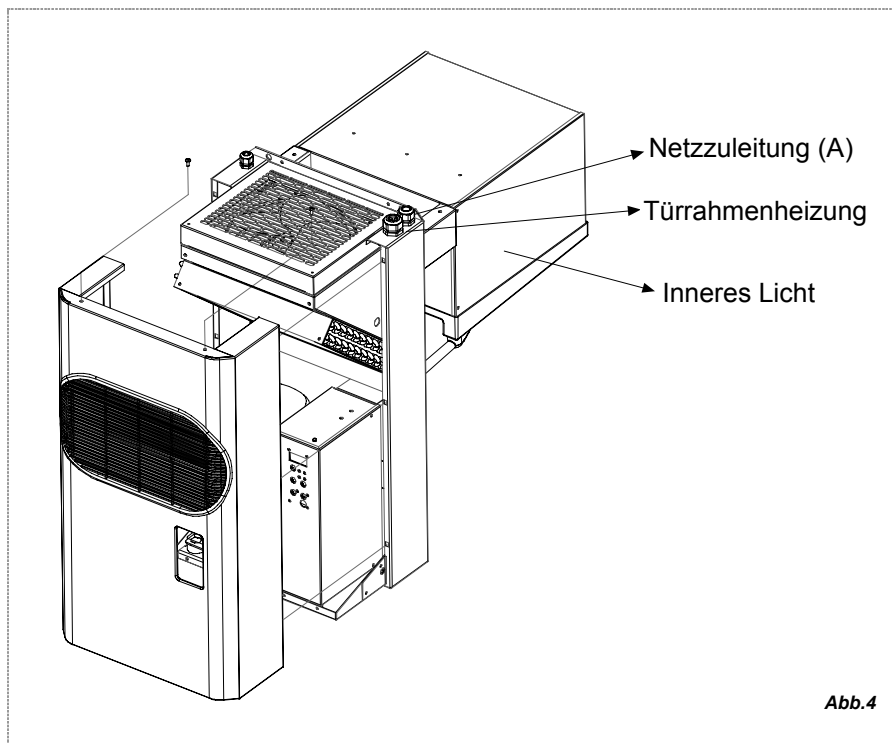

Abb.4
Das Gerät mit den geeigneten Schrauben befestigen (Abb. 4).
- 3) Um an die Schalttafel zu gelangen, muss die vordere Seite des Gerätes (Abb. 4) abmontiert werden.